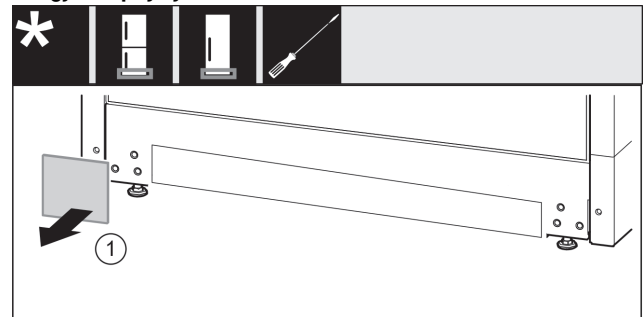

Fig. 31
- Hiqni kapakun mbulues Fig. 31 (1).